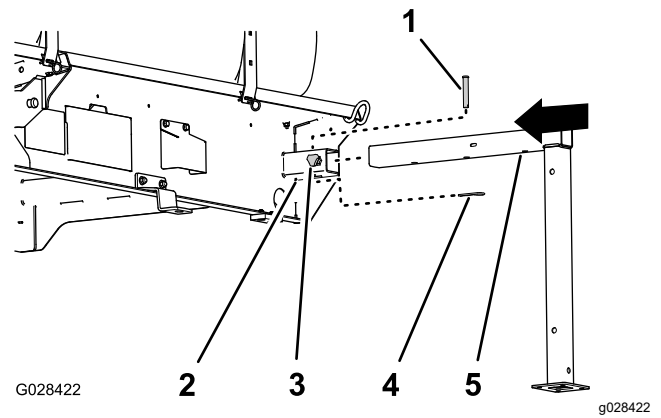

Figure 135
1. Alignez la jambe de support avant sur le récepteur à l'avant de la cuve (Figure 135).
2. Insérez la jambe de support dans le récepteur jusqu'à ce que le trou central du tube horizontal de la jambe soit en face du trou au sommet du récepteur (Figure 135).
4. Vissez à la main une molette de blocage dans le récepteur (Figure 135).